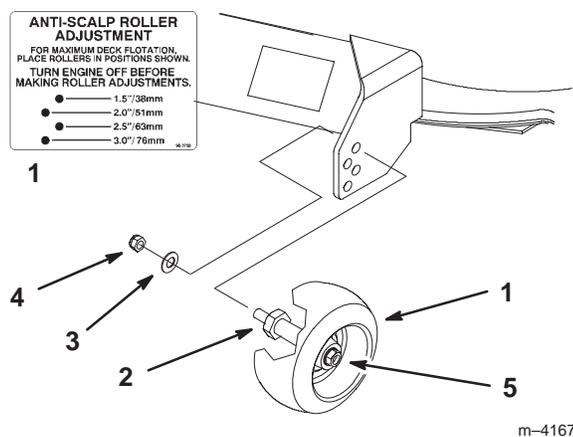

Figure 21
2. Lorsque la hauteur de coupe est réglée, enlevez l'écrou et la rondelle tout en maintenant le goujon avec une clé (Fig. 21).
Remarque : N'enlevez pas l'écrou et la rondelle de la roue (Fig. 21).
3. Choisissez le trou pour que la roue de jauge se trouve le plus près possible de la hauteur de coupe correspondante voulue (Fig. 21).
4. Remettez l'écrou à collerette et la rondelle élastique. Serrez à 54,2–61,0 Nm (Fig. 21).